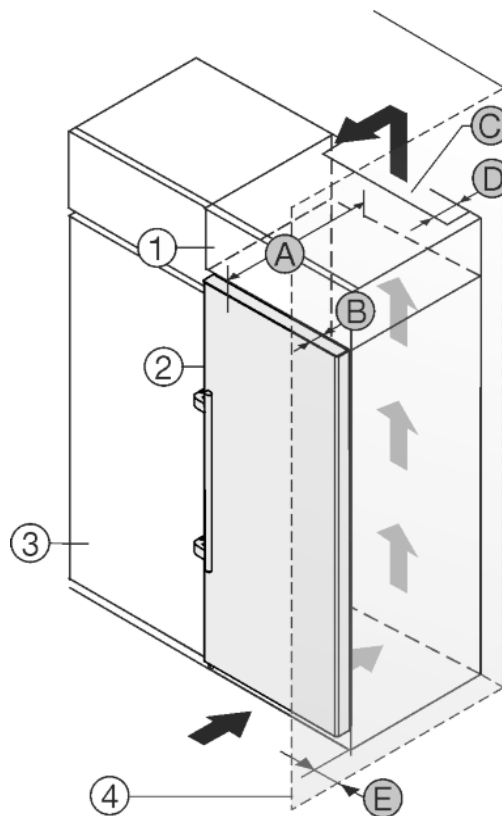

Fig. 8
Das Gerät kann mit Küchenschränken umbaut werden. Um das Gerät *Fig. 8 (2)* der Küchenzeilenhöhe anzugleichen, kann über dem Gerät ein Aufsatzschrank *Fig. 8 (1)* angebracht werden.
Das Gerät kann direkt neben dem Küchenschrank *Fig. 8 (3)* aufgestellt werden. Um die Türe vollständig öffnen zu können, muss das Gerät um die Tiefe *Fig. 8 (B)* gegenüber der Küchenschrankfront vorstehen. Abhängig von der Tiefe der Küchenschränke und Verwendung von Wandabstandshaltern kann das Gerät weiter herausragen.
- An der Rückseite des Aufsatzschrankes muss ein Abluftschacht mit der Tiefe *Fig. 8 (D)* über die gesamte Aufsatzschrankbreite vorhanden sein.
- Unter der Raumdecke muss der Entlüftungsquerschnitt *Fig. 8 (C)* eingehalten werden.
Wenn das Gerät mit den Scharnieren neben einer Wand *Fig. 8 (4)* aufgestellt wird, muss der Abstand *Fig. 8 (E)* zwischen Gerät und Wand eingehalten werden. Dies entspricht dem Griffüberstand bei geöffneter Tür.